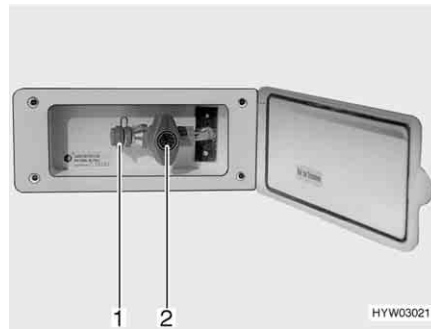

Bild 149 Externer Gasanschluss, Gasabsperrrventil geschlossen
Der externe Gasanschluss (Bild 149) befindet sich je nach Modell am Heck oder auf der linken bzw. rechten Fahrzeugseite.
- Externes Gasgerät an der Anschluss-Stelle (Bild 149,1) anschließen.
- Das Gasabsperrrventil (Bild 149,2) öffnen.